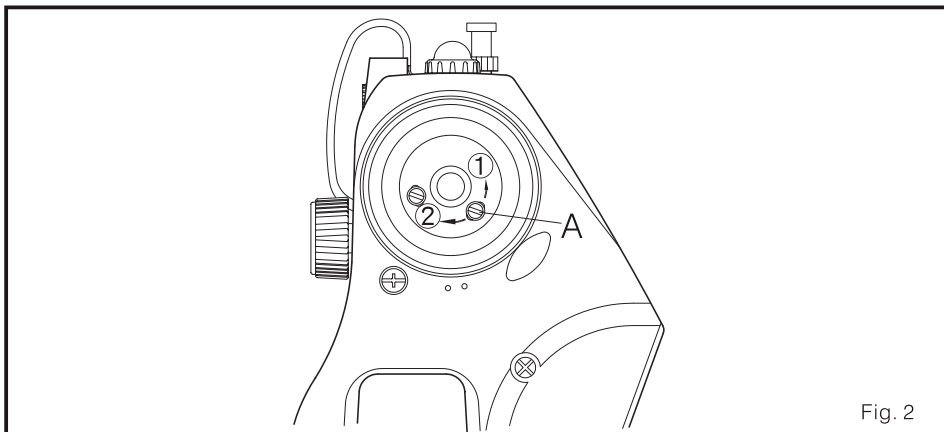

Fig. 2
2. ajustar a posição de pararam da agulha (Fig. 2)